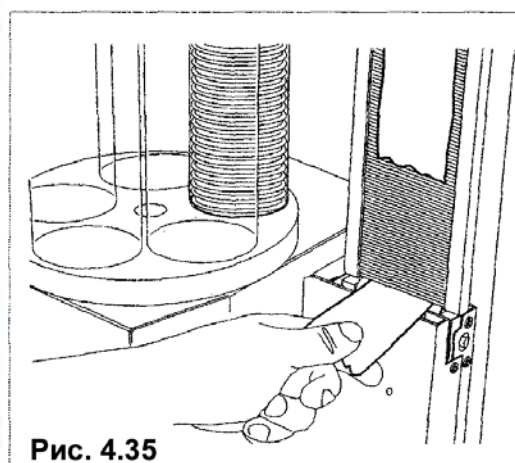

Рис. 4.35
- Вставьте ложки вместе с упаковкой в бокс и, когда они опустятся вниз, разрежьте и выньте упаковку (рис. 4.35)